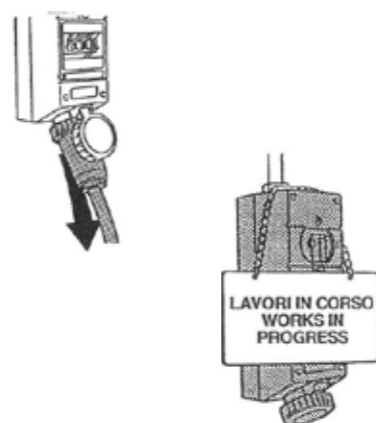

fig.150
19. Togliere tensione sul sezionatore di linea e segnalarne l'intervento. (fig.150)